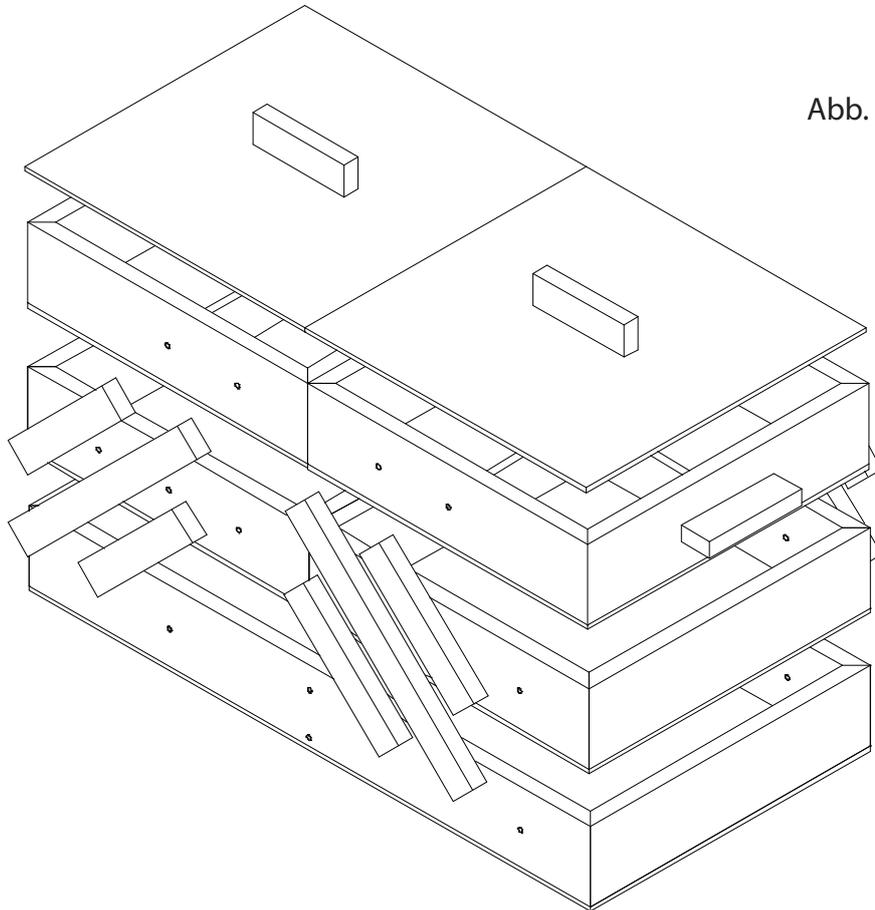
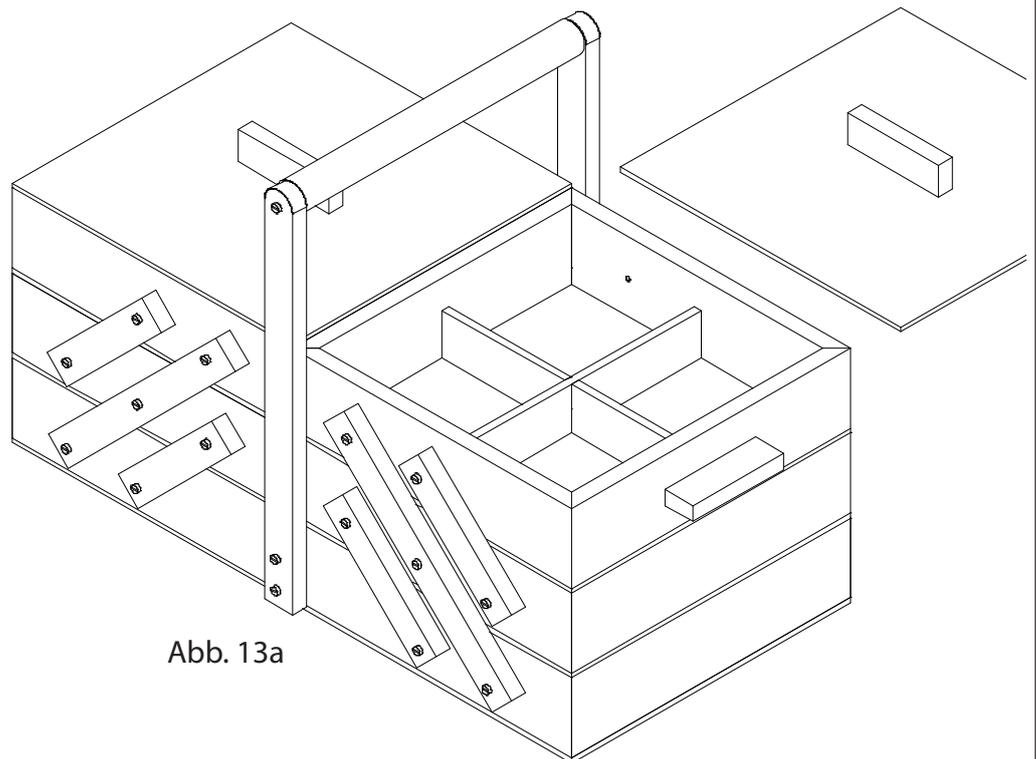

Abb. 13
Abb. 13a
a) Die fertigen Kästen mit den Scheren nach Abb. 13 miteinander verschrauben. Den Tragegriff nach Abb. 13a anschrauben.